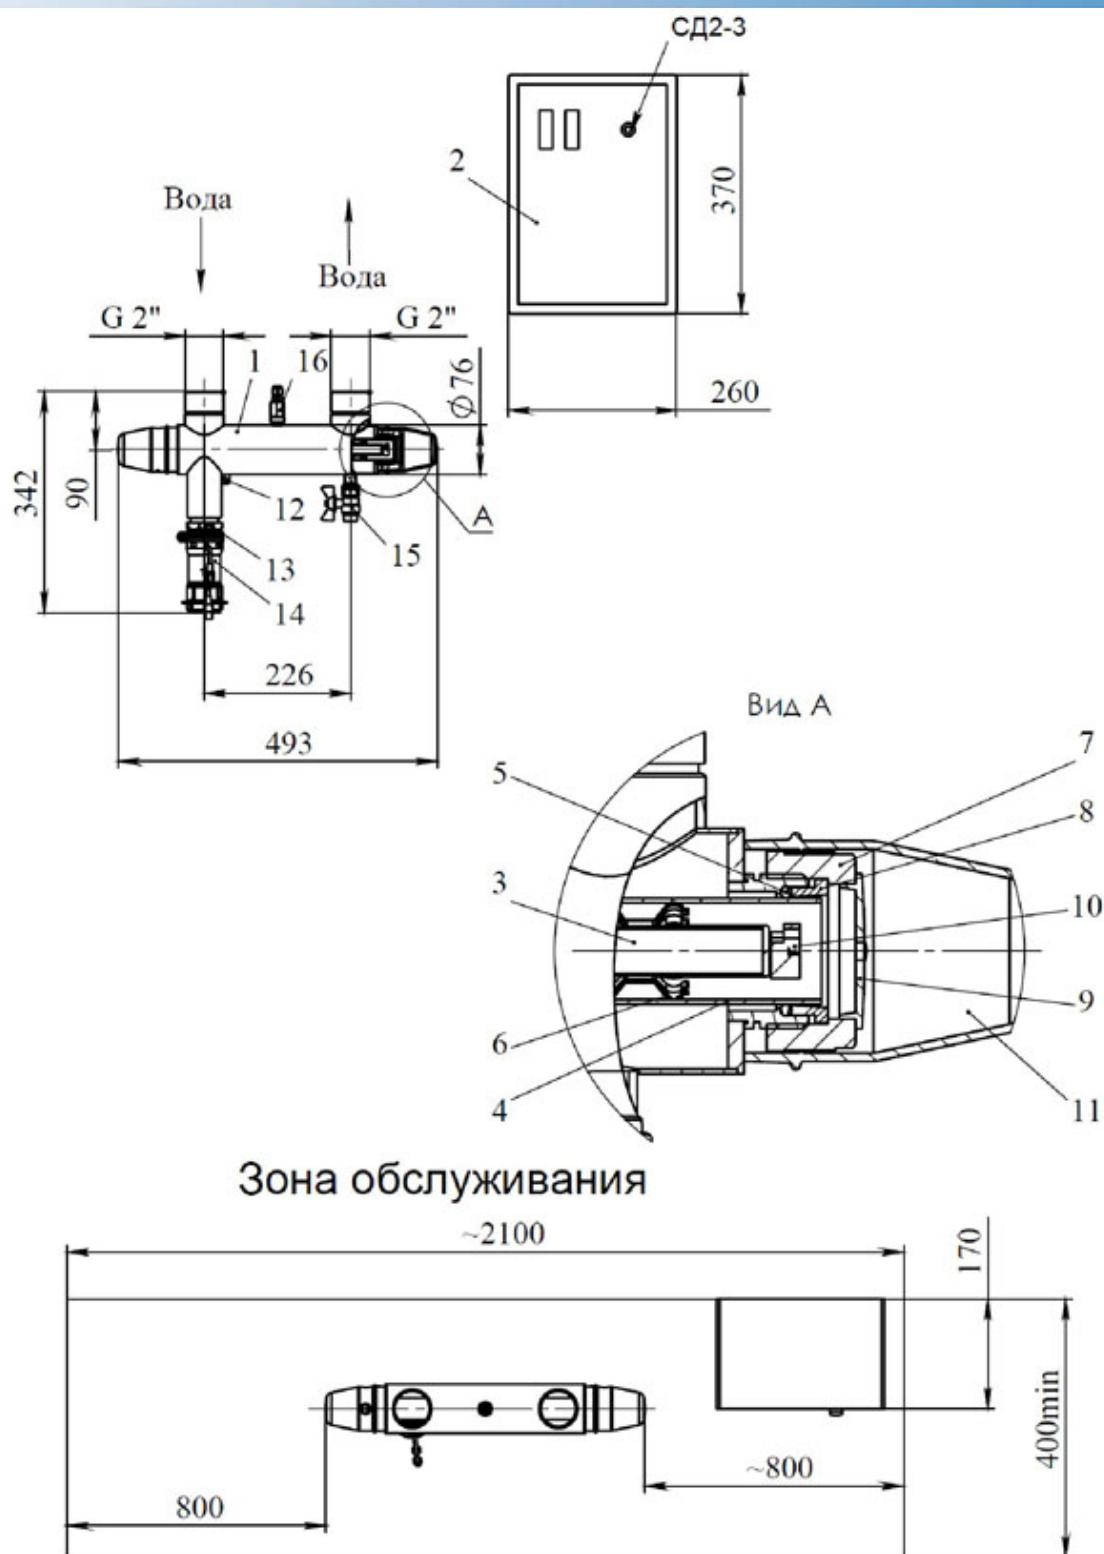

Рис. 1 Общий вид и план размещения установки Лазурь М-1КА
3.1 УФ установка состоит из фотохимического реактора (ФХР) 1 и шкафа питания и управления (ШУ) 2 (см. Рис.1).
3.6. Шкаф управления (ШУ) 2 предназначен для питания УФ лампы, УЗ-излучателя и контроля за их работой. Габаритный чертеж шкафа питания и управления представлен на Рис.1.
5.3. Проверить герметичность уплотнительных колец 5 на защитной кварцевой трубке 4 в реакторе. При необходимости подтянуть их с помощью гаек 7 (Рис.1).